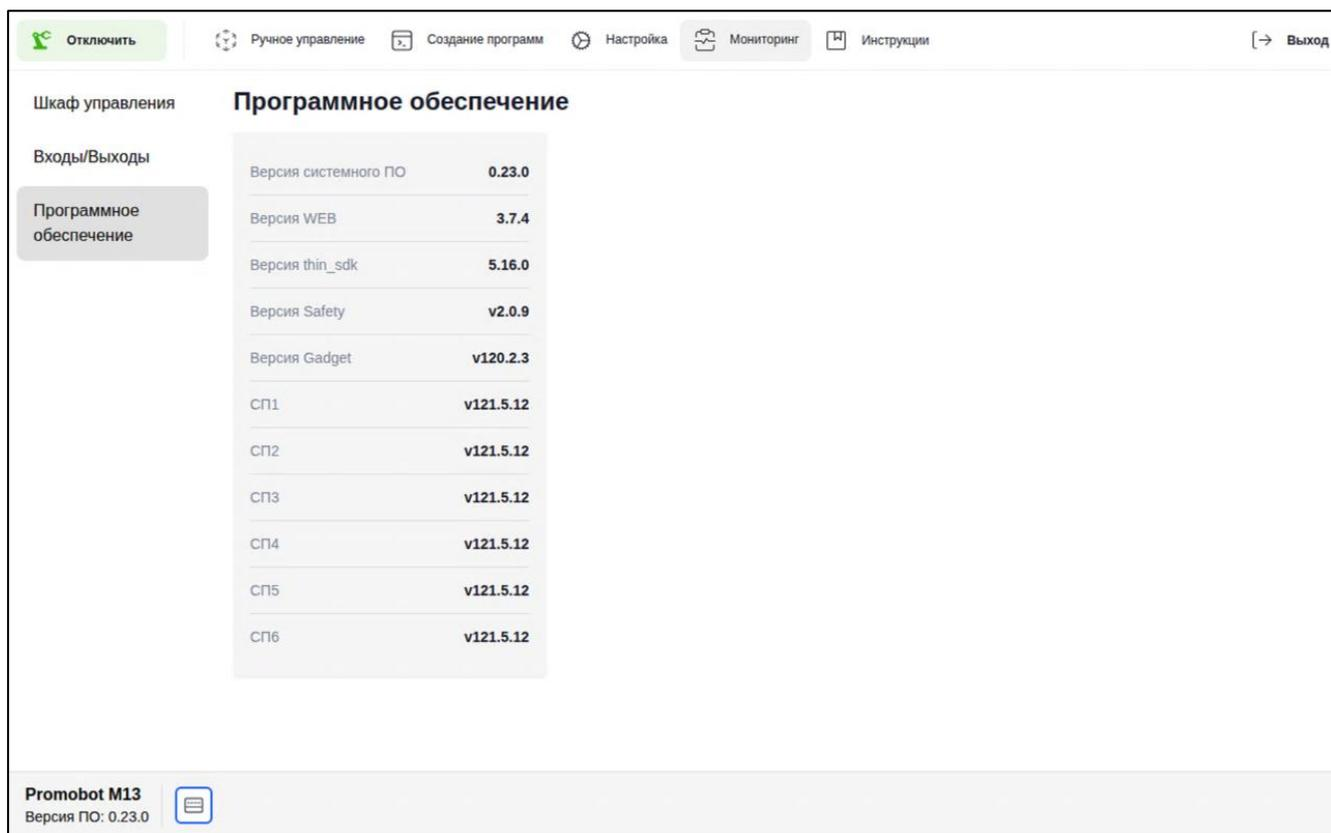

Рисунок II-52 – Раздел «Программное обеспечение»
1. Раздел «Программное обеспечение» (см. Рисунок II-52).